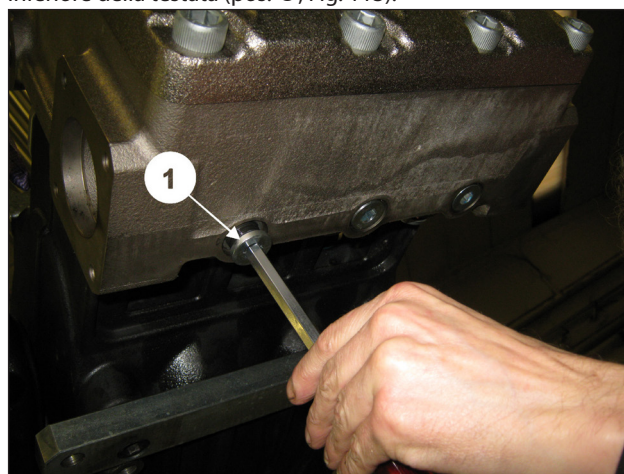

Fig. 113
Completare lo smontaggio togliendo i tappi G1/2" nella parte inferiore della testata (pos. ①, Fig. 113).